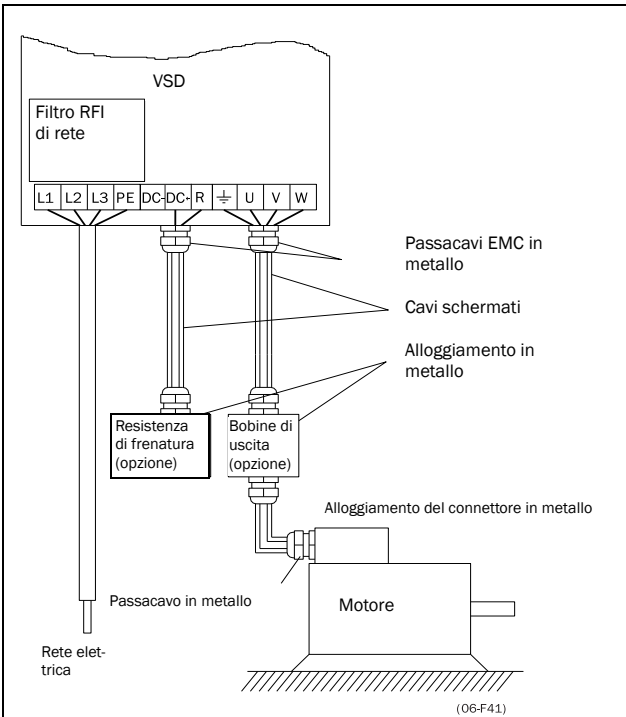

Fig. 37 Collegare i cavi della rete elettrica e del motore
1. Collegare i cavi di rete come illustrato nella Fig. 37. Il VSD è dotato di serie di un filtro di rete RFI incorporato di categoria C3 conforme allo standard del secondo ambiente.
2. Collegare i cavi del motore come illustrato nella Fig. 37. Per la conformità con la Direttiva EMC è necessario utilizzare cavi schermati e la schermatura dei cavi del motore deve essere collegata a entrambe le estremità: alla carcassa del motore e all'alloggiamento del VSD.